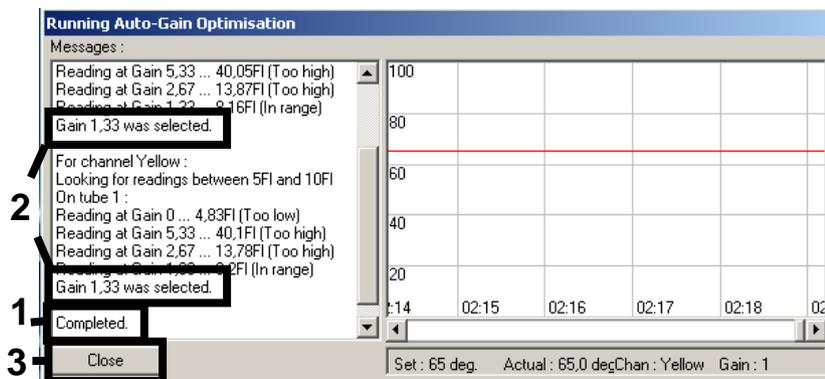

Figura 4. Optimización de la ganancia finalizada. Anote los valores de ganancia (en este caso, 1,33 para los dos canales de fluorescencia).
- Se abrirá una nueva ventana **Running Auto-Gain Optimisation** (Ejecutando la optimización de la ganancia automática). Espere hasta que aparezca el mensaje **Completed** (Finalizada) en la siguiente ventana (figura 4). Anote los valores de ganancia seleccionados para los dos canales y, a continuación, haga clic en **Close** (Cerrar) (figura 4).